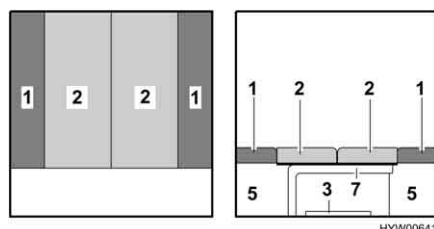

Fig. 46 Dopo la trasformazione
- Piazzare i cuscini dello schienale (Fig. 46,1) tra i cuscini del divano (Fig. 46,2) e la parete esterna.
- Spingere il piano del tavolo (Fig. 46,3) sotto il letto.